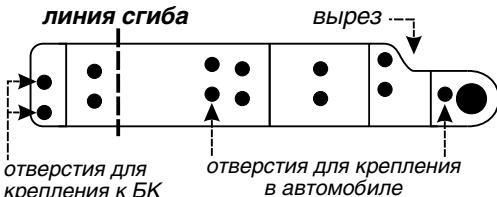

Рис. 4.3
8. Бортовой компьютер устанавливается на двух кронштейнах. Кронштейн, внешний вид которого приведен на рис. 4.3, представляет собой металлическую пластину.